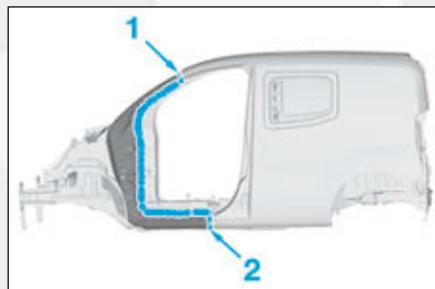
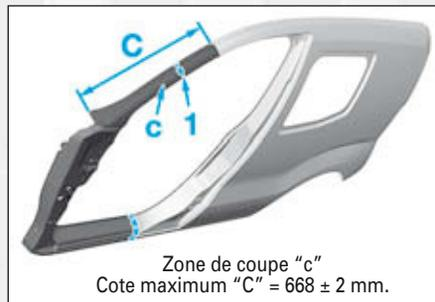
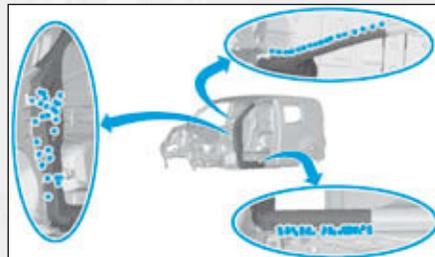

FIG.59
FIG.60
FIG.62
- en (1) dans la zone de coupe «C» (Fig.59) et (Fig.60),
- Dépointer l'ensemble des points électriques (Fig.59) et (Fig.62).